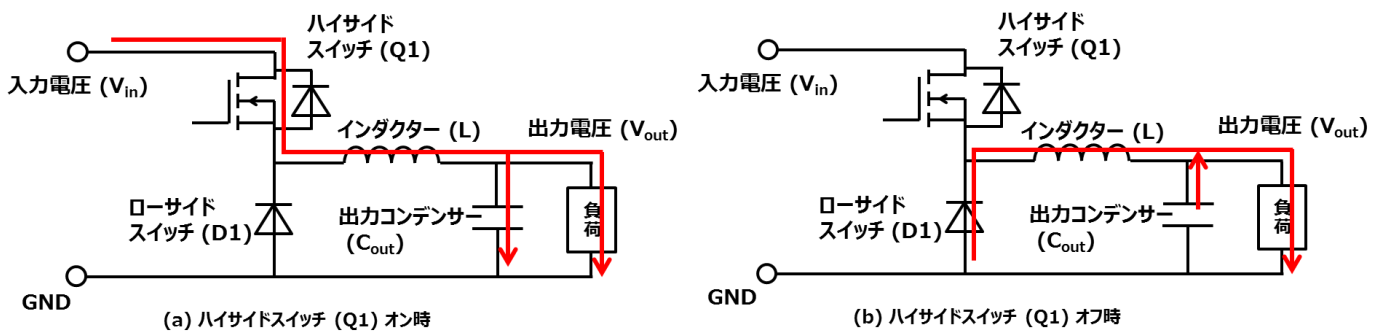
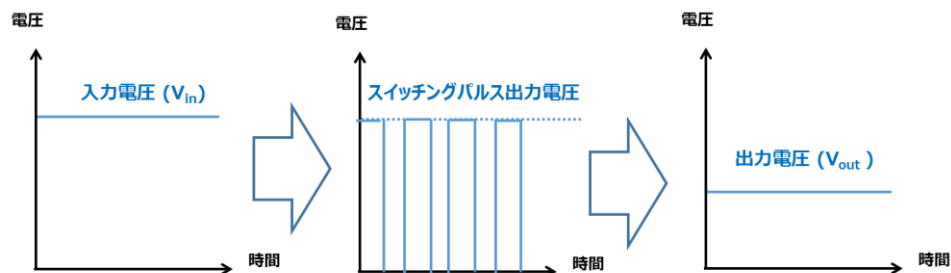
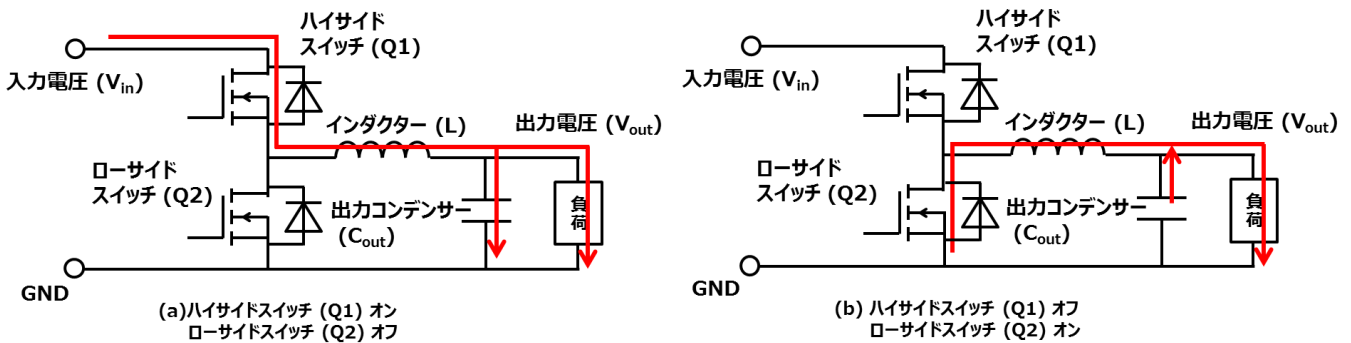
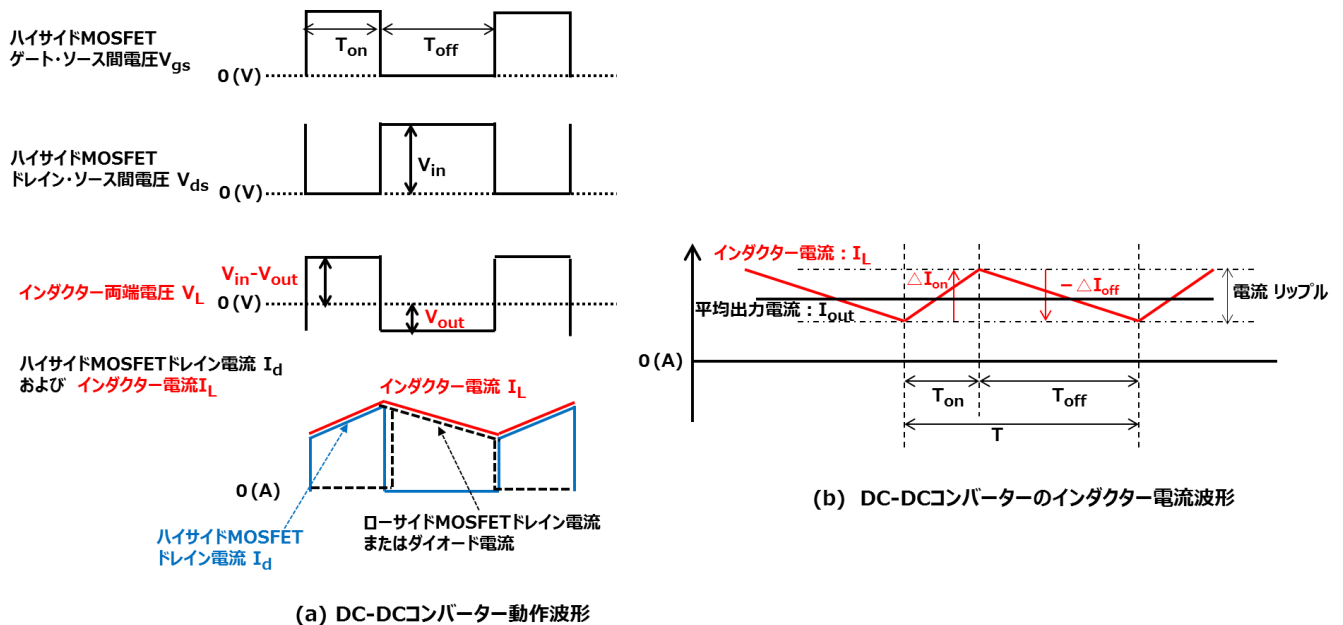

図 2.1 非同期整流方式の回路の概要
図 2.2 降圧コンバーター電圧
図 2.3 同期整流方式の回路の概要
図 2.4 DC-DC コンバーター電圧・電流波形
非同期整流方式の回路の概要と動作を図 2.1 に示します。非同期整流方式では、ハイサイドスイッチ（Q1）をオンすると図 2.1 (a) のようにインダクター（L）を通して出力側に電流が流れます。同時に電流値とインダクター（L）のインダクタンス値で決まるエネルギーがインダクターに蓄積されます。Q1 がオンしている期間ローサイドスイッチ（D1）には逆方向の電圧が印加されるため D1 は非導通となります。Q1 をオフしても L は電流を流し続けることにより図 2.1 (b) のように、蓄積されたエネルギーは出力側に供給されます。
図 2.1 (a) と (b) の動作を繰り返すことで入力電源から供給される電圧がスイッチングパルス電圧に変換されます。入力電源側から見ると入力から電力を供給している期間は図 2.1 (a) に示した期間のみで、図 2.1 (b) の期間は入力からの電力の供給は停止しています。供給されるスイッチングパルス出力電圧は L と出力コンデンサー（ C_{out} ）によって平滑化され一定電圧で出力されます。これを図 2.2 に示します。
同期整流方式の回路の概要と動作を図 2.3 に示します。同期整流方式では、ハイサイドスイッチ (Q1) をオンすると図 2.3 (a) のようにインダクター (L) を通して出力側に電流が流れます。同時に電流値と L のインダクタンス値で決まるエネルギーが L に蓄積されます。Q1 がオンしている期間ローサイドスイッチ (Q2) はオフされるため非導通となります。Q1 をオフすると L に蓄積されたエネルギーは図 2.3 (b) の経路で出力側に供給されますが、Q2 は Q1 がオフすると同時にオンするように制御されます。ローサイドスイッチに非同期整流におけるダイオードの代わりに MOSFET を使用しダイオードで発生する損失を大幅に改善しています。非同期整流と同期整流の損失を比較すると、ハイサイドスイッチ (Q1) のオン期間 T_{on} では非同期整流も同期整流も損失は同等ですが、オフ期間 T_{off} では非同期整流はローサイドスイッチ (D1:ダイオード) に、同期整流はローサイドスイッチ (Q2:MOSFET) に電流が流れます。 T_{off} 時にローサイドスイッチで発生する損失は以下で示されます。
一定電圧を生成する制御方式として PWM (Pulse Width Modulation) 制御方式が使われています。周波数が一定で、その一周期内のハイサイドスイッチ (図 2.1 および図 2.3 参照) のオン時間 (T_{on}) を制御しています。(一周期あたりのオン時間の割合を Duty と呼びます。) 制御回路は出力電圧を監視し、設定電圧に対して出力電圧が低下すると Duty を増加、設定電圧に対して出力電圧が上昇すると Duty を減少させ出力電圧を一定に保つよう制御しています。
図 2.1 もしくは図 2.3 の回路においてハイサイドスイッチ (Q1) がオンする期間を T_{on} 、オフする期間を T_{off} とします。この時の Q1 およびインダクター (L) の電圧・電流波形を図 2.4 (a) に示します。Q1 オン時にはインダクター (L) の両端には ($V_{in}-V_{out}$)、オフ時には V_{out} が掛かっています。このことから、図 2.4 (b) に示す T_{on} 期間に増加する L の電流 ΔI_{on} と T_{off} 期間に減少する L の電流 $-\Delta I_{off}$ は以下のように表されます。
スイッチング動作には電流連続モードと電流不連続モードがあります。電流連続モードは図 2.1 および図 2.3 の回路においてインダクター電流が連続して流れるモードです。出力電流 I_{out} がインダクター電流 I_L の増減幅 (リップル電流) ΔI の $1/2$ よりも大きければ電流連続モードとなり、小さい場合は非同期整流と同期整流で動作が異なります。